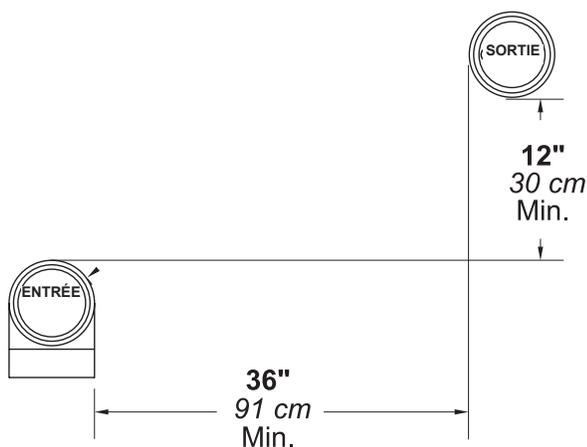

Figure 4. Distance minimale du conduit d'évacuation des gaz de combustion.
4. Si l'évacuation de cet appareil est murale, sur le même mur, la terminaison d'évacuation des gaz doit être placée au minimum à 90 cm (3 pieds) de la terminaison de prise d'air de combustion horizontalement, et à 30 cm (1 pied) au minimum au-dessus de celle-ci (voir Figure 4).